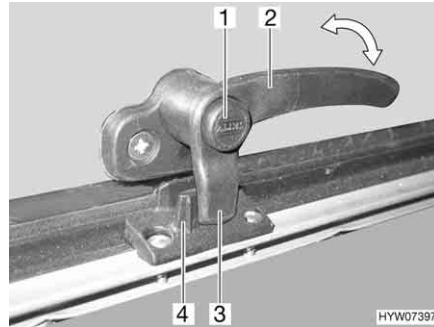
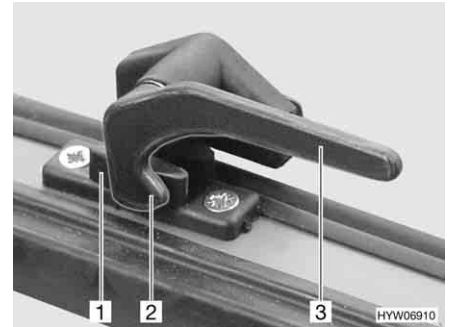

Fig. 88 Palanca de bloqueo con botón de seguridad en la posición de "cerrado"
Fig. 89 Palanca de bloqueo en la posición de "cerrado"
- Si existe, pulsar el botón de seguridad (Fig. 88,1) y mantenerlo pulsado.
- Girar la palanca de bloqueo (Fig. 88,2 ó Fig. 89,3) un cuarto de vuelta hacia la mitad de la ventana.
- Girar la palanca de bloqueo (Fig. 88,2 ó Fig. 89,3) un cuarto de vuelta hacia el marco de la ventana. El saliente de bloqueo (Fig. 88,3 ó Fig. 89,2) de la palanca de bloqueo se encuentra en la cara interior del bloqueo de la ventana (Fig. 88,4 ó Fig. 89,1).
- En la posición "cerrada fijamente" (Fig. 88 y Fig. 89)